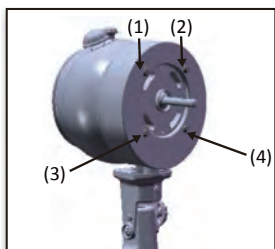

Figura 1
1. Destornille los cuatro Tornillos de Montaje de Rejilla (1) (2) (3) (4) en la delantera del motor. Figura 1. Coloque la rejilla trasera contra la cáscara de motor (5), Figura 2. Y alinee 4 etiquetas en la parte trasera de la rejilla (6) en los cuatro agujeros de tornillos en la delantera del motor. Asegúrese de que la manija de la parte posterior de la rejilla trasera esté hacia arriba.